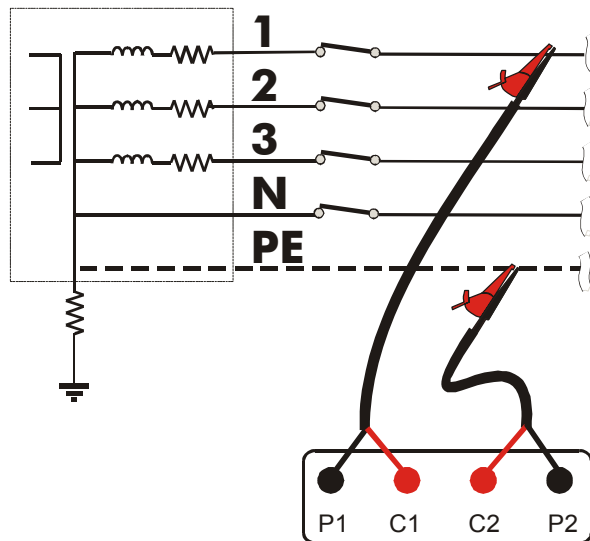

Fig. 5: Connexion de l'instrument pour mesure de l'impédance Phase-PE
2. Connecter les crocodiles au réseau électrique sous test (voir Fig. 5).
3. Insérer les couples de câbles noir-rouge des câbles C7000 dans les entrées correspondantes de l'instrument **en suivant la séquence d'introduction P1, P2, C2, C1** (voir la connexion à la Fig. 5).